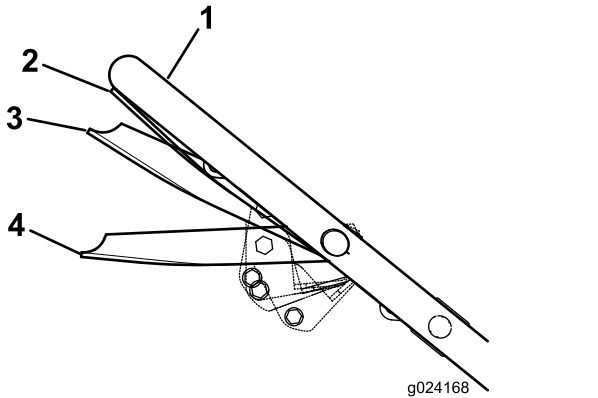

Figure 17
3. Serrez la barre de commande contre le guidon en position Marche/Déplacement (Figure 17).
Important: Ne changez pas de vitesse lorsque vous serrez la barre de commande contre le guidon en position Marche/Déplacement au risque d'endommager la transmission. Placez la barre de commande en position Marche/Changement (Figure 17) pour changer de vitesse de déplacement.